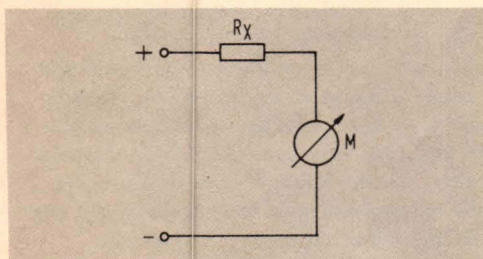

Fig. 2. Omdat de meters werken met stroom is meestal een voorschakelweerstand Rx noodzakelijk.
– indicatie. Over het algemeen zijn analoge VU-meters uiterst gevoelig en moeten zorgvuldig worden behandeld. Om relatief weinig energie te hoeven verbruiken, hebben vrijwel alle analoge VU-meters een grote gevoeligheid, d.w.z. dat deze meters slechts een geringe stroom voeren en weinig spanning nodig hebben. Alle praktische meters liggen, wat de stroom betreft, onder 1mA bij volle uitslag en hebben minder dan 1V nodig. Over het algemeen drukken we de gevoeligheid van een analoge VU-meter uit in de stroom, waarbij wordt aangenomen dat de spanning over de meter erg klein is. Zo is een meter van bijvoorbeeld 200  $\mu$ A of 500  $\mu$ A erg gangbaar. Bij deze stromen wijst de naald 100% (volle schaal) aan. Omdat over het algemeen de elektronische schakeling die de meter stuurt met relatief vrij grote amplituden werkt, zal voor de eigenlijke meter altijd een voorschakelweerstand worden geplaatst. Deze is in fig. 2 gegeven als Rx. Vanwege de
geringe spanning die de meter over zijn aansluitpunten hoeft te hebben is het ondoenlijk deze direct aan te sturen. Een uitzondering hierop betreft schakelingen waarbij gebruik wordt gemaakt van zogenaamde stroomsturingen, maar die zijn hier niet aan de orde. In feite ontstaat in fig. 2 ook een soort stroomsturing omdat de spanning over de meter verwaarloosbaar klein is t.o.v. de spanning over Rx.